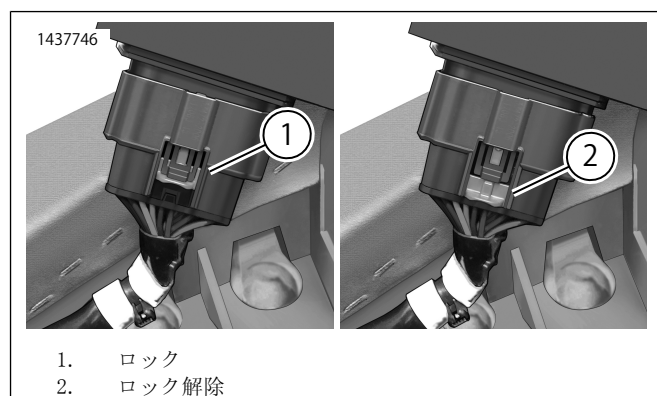

図5。RIOコネクタロック位置/ロック解除位置
5. 図5を参照してください。(2) RIO-ESC コネクタのロックを解除して接続を外します。
7. 図5を参照してください。RIO-ESCをワイヤーハーネスとロック(1)コネクタに接続します。